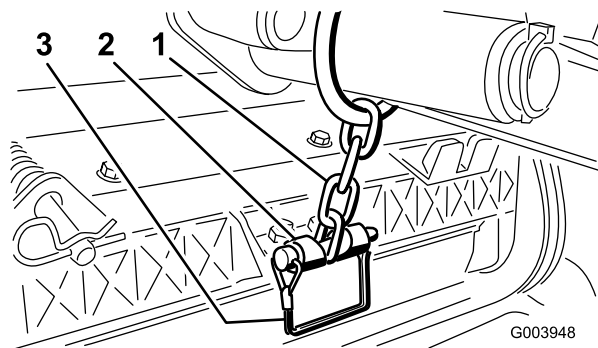

Figura 19
13. Prenda a corrente do braço de elevação ao suporte da corrente com o pino de encaixe (Figura 19). Utilize o número de elos da corrente conforme descrito no *Manual do utilizador* da unidade de corte.